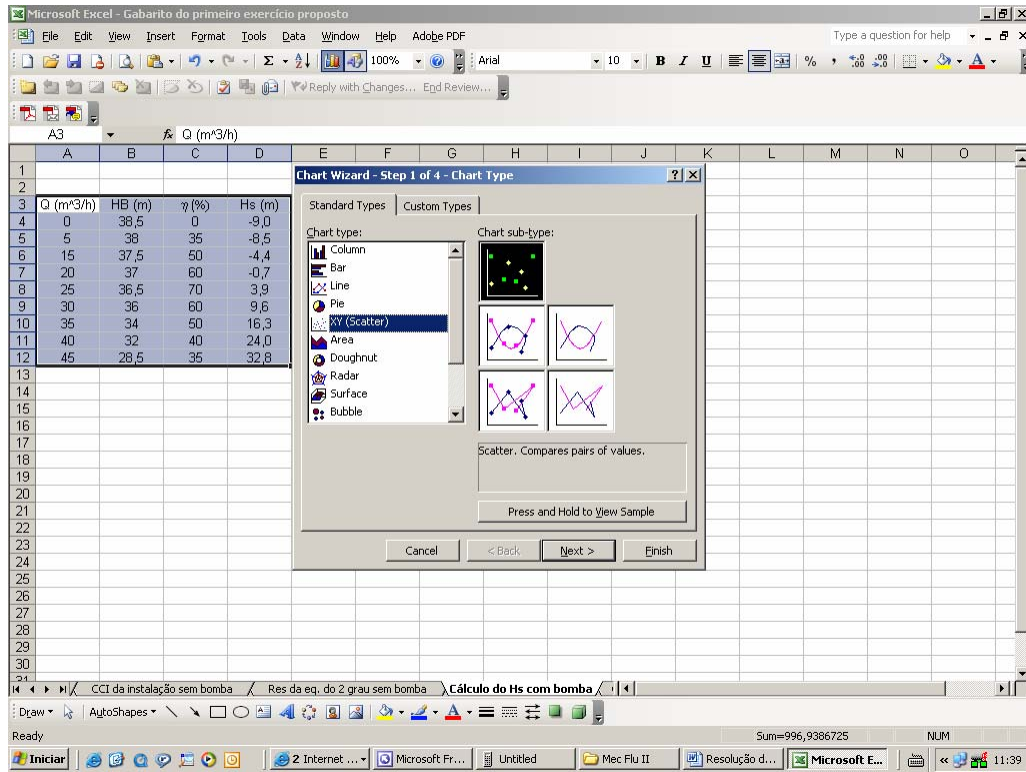

Figura 19
1. Marca-se a tabela com o mouse e clicando-se no assistente de gráfico, escolhe-se no tipo de gráfico: “**Dispersão (XY)**” e no subtipo de gráfico: “**Dispersão compara pares de valores**” e clica-se em “**Avançar**” (Figura 19)